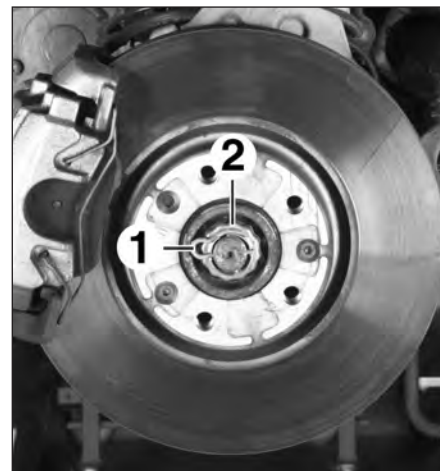

FIG.11
- la goupille (1) de la cage (2) de l'écrou de transmission (Fig.11),